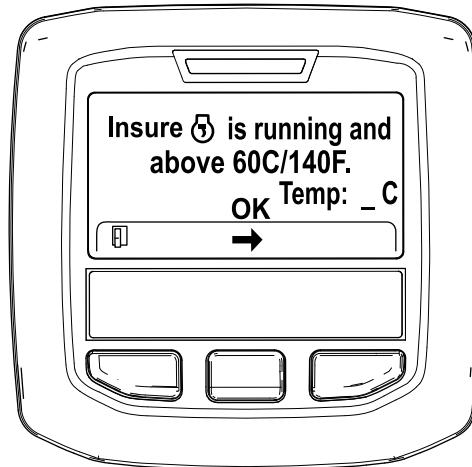

図 50
5. 冷却液の温度が 60°C (140°F) 未満の場合には、Insure ⑤ is running and above 60C/140F エンジン作動と冷却水を確認と表示される図 50。 インフォセンターの上で冷却水温度を確認し、温度が 60°C (140°F) になるまでフルスロットルでエンジンを回転させてから中央ボタンを押す。